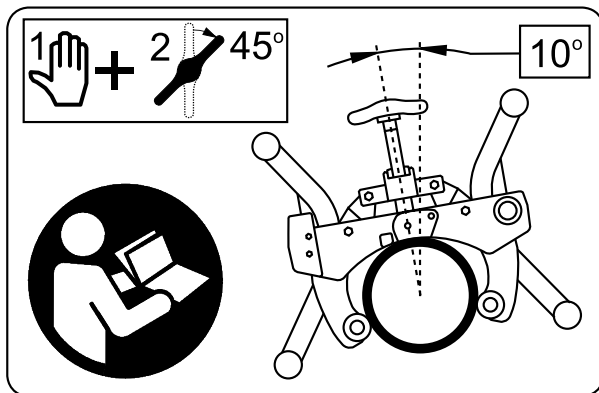

Figure 9 – Positionnement de la bride
- Engagez la bride sur le tuyau avec sa vis d'avancement à 10° de la verticale (Figure 9). Ne pas positionner la vis d'avancement à midi ou plus car cela risque de permettre à la scie de tourner autour du tuyau sous son propre poids.
- Serrez la poignée de la vis de la bride à toucher plus un huitième de tour (45°) pour serrer le tuyau entre les galets de la bride (Figure 9). Assurez-vous que la bride est alors bien immobilisée contre le tuyau.